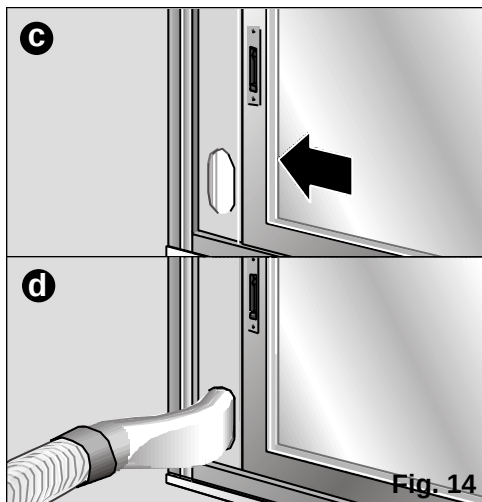

Fig. 14
- Può usarsi anche l'accessorio d'installazione slitta finestra / balcone (vedasi “Descrizione degli accessori”). **Fig. 14: a, b, c, d.** Esso serve sia per finestre orizzontali, sia verticali/ balconi.